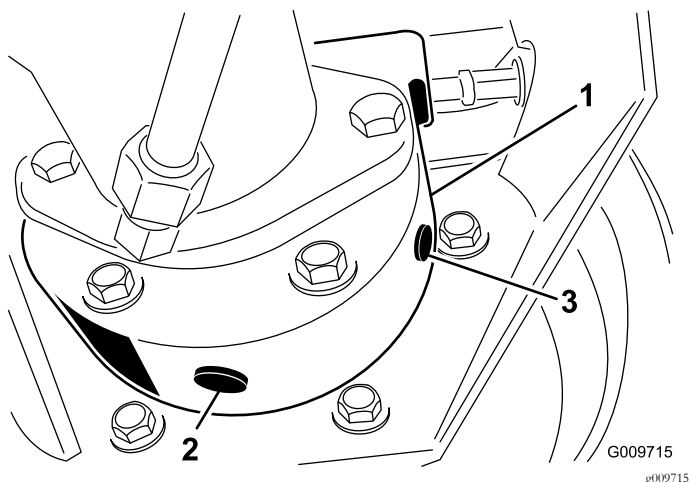

Figure 54
3. Placez un bac de vidange sous le carter de frein, enlevez le bouchon de vidange et vidangez le lubrifiant (Figure 54).